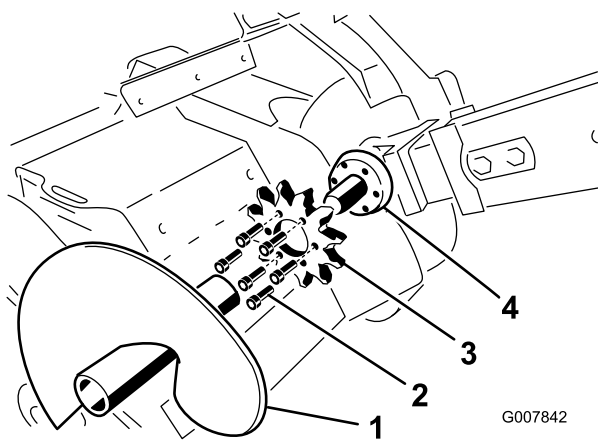

Figura 60
3. Retire el sinfín (Figura 60).
12. Enrosque los seis pernos que sujetan el piñón de arrastre con la presión de los dedos solamente (Figura 60).
8. Retire los seis pernos que sujetan el piñón de arrastre (Figura 60).
9. Retire y deseche el piñón de arrastre (Figura 60).
10. Limpie la superficie de montaje del piñón en la zanjadora (Figura 60).
11. Deslice el nuevo piñón sobre el eje (Figura 60).